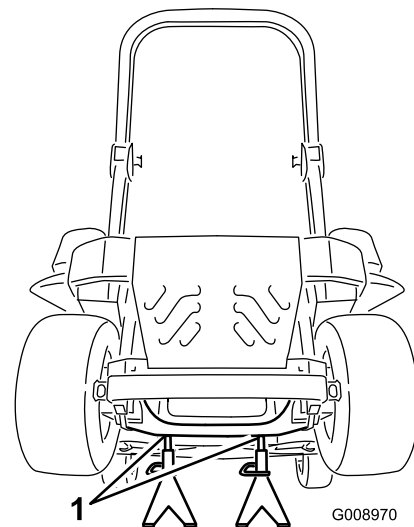

Figura 82
3. Levante la máquina y apóyela sobre gatos fijos (Figura 82).
9. Retire los gatos fijos y baje la máquina (Figura 82).